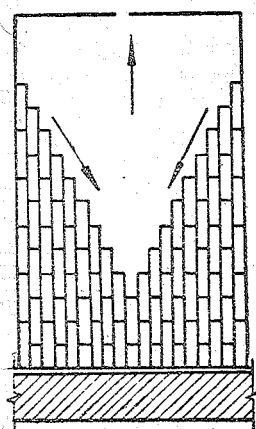

图5 筒子砌平面俯视图
**筒子砌 (筒拱)** 筒子砌主要用于隧道、烟道、以及房屋的屋盖部分。砌筑方法基本与弧形砌相同，操作前要选用质量好的整砖，砌时不仅在厚度上要互相咬合，而且在长度方向也要咬接好，以保证筒拱的整体性、稳固性，如图5。